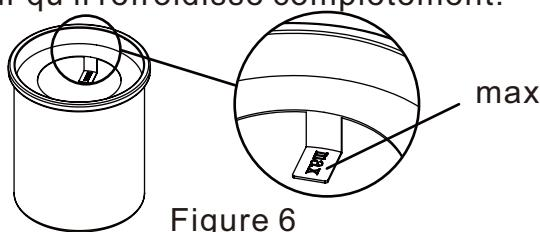

Figure 6
-Ne remplissez pas le pot du brûleur jusqu'à un niveau supérieur à l'indicateur "max" (voir figure 6).